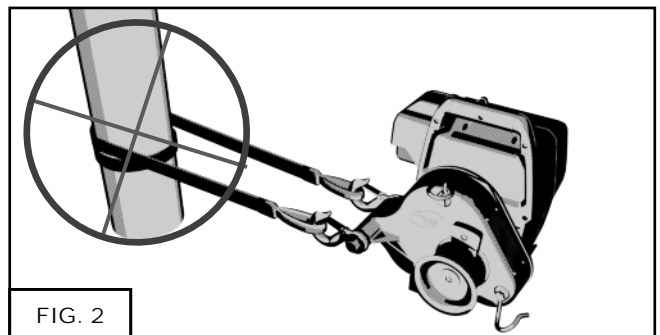

FIG. 2
Den doble pålestikken (fig. 2) lar deg opprettholde ca. 75 % av linens kapasitet.
NÅR DU INSTALLERER SLINGEN FOR Å ANVENDTE VINSJEN, UNNGÅ EN FULL VENDING RUNDT ET ANKERPUNKT (FIG. 2 NEDENFOR). DETTE VIL FORHINDRE AT VINSJEN RETTER SEG SELV MED LASTEN KORREKT. DETTE GJELDER OGSÅ UJEVN SPENNING TIL HVER AV KROKENE.
- 3) Fig. 2: Stopp vinsjen før knutene når vinsjen fordi sistnevnte ikke vil kunne passere gjennom og forårsake at linen vikles opp.